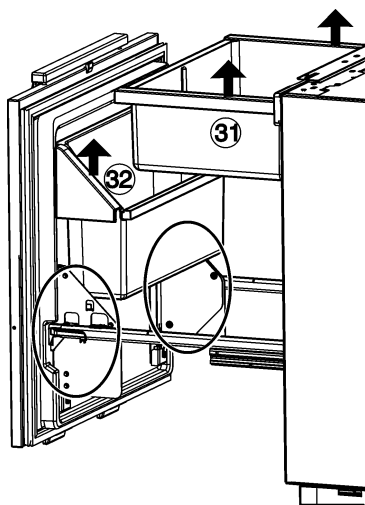

Fig. 26
- ▶ Soulever le bac à légumes Fig. 26 (31) et le porte-bouteilles Fig. 26 (32) vers le haut.
- ▶ Replacer le porte-bouteilles Fig. 26 (32) et le bac à légumes Fig. 26 (31).